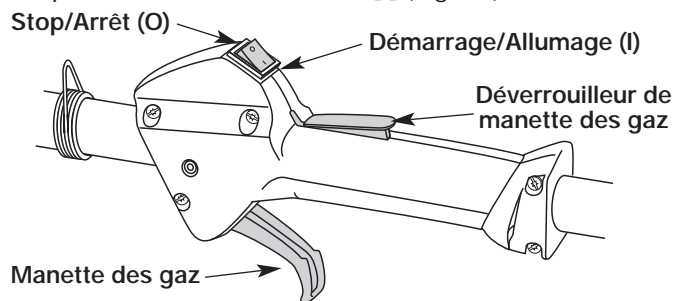

Figure 20
3. Mettez la commande de Démarrage / Arrêt en position de **DÉMARRAGE [I]** (Fig. 20).
1. Mettez la commande de Démarrage / Arrêt en position de **DÉMARRAGE [I]** (Fig. 20).
2. Mettez la commande Marche/Arrêt Stop en position **ARRÊT (O)** (Fig. 20).